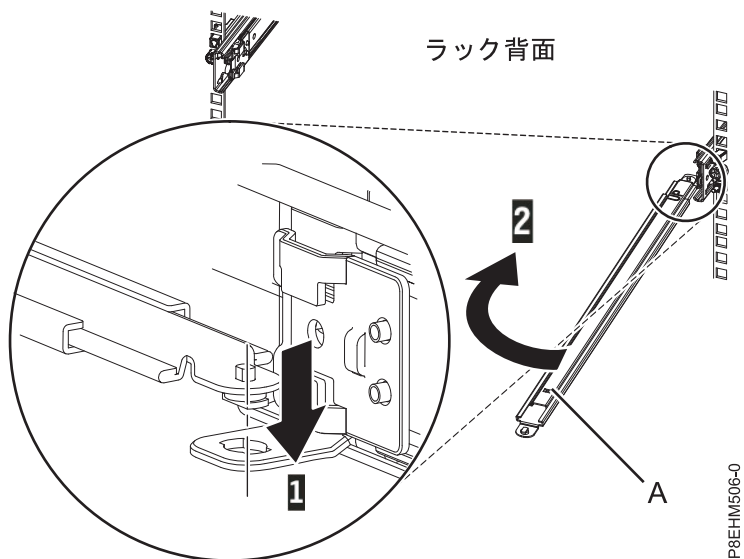

図 10. サポート・アームの接続
2. サポート・アームの一方の端 (A) を、右側のスライド・レール (1) に接続し、サポート・アームのもう一方の端がラックの左側 (2) に向かって動けるようにします。 10 ページの図 10を参照してください。